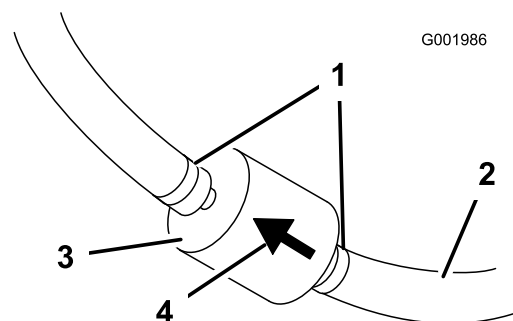

Figura 52
5. Apriete los extremos de las abrazaderas y deslícelas por el tubo alejándolas del filtro (Figura 52).